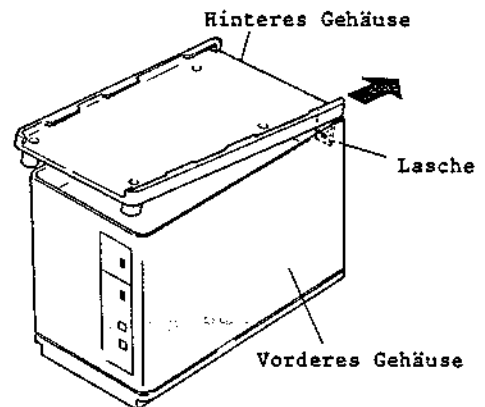

Abb. 2-202 Auswahl des hinteren Gehäuses und des Akku-Wahlschalters
2. Die Laschen mit einem Schlitzschraubendreher oder dgl. niederdrücken und gleichzeitig das hintere Gehäuse etwas anheben (siehe Abb. 2-202).